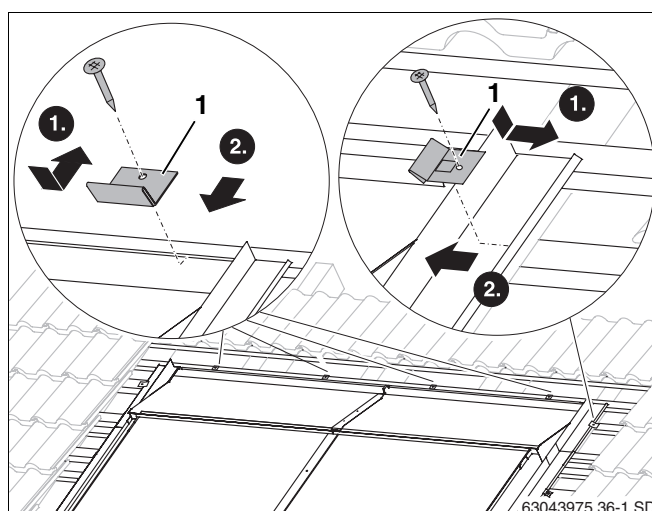

Fig. 60 Fixar as chapas de cobertura superiores com grampos de fixação
- ▶ Colocar o grampo de fixação (fig. 60, **item 1**) no bordo da chapa de cobertura.